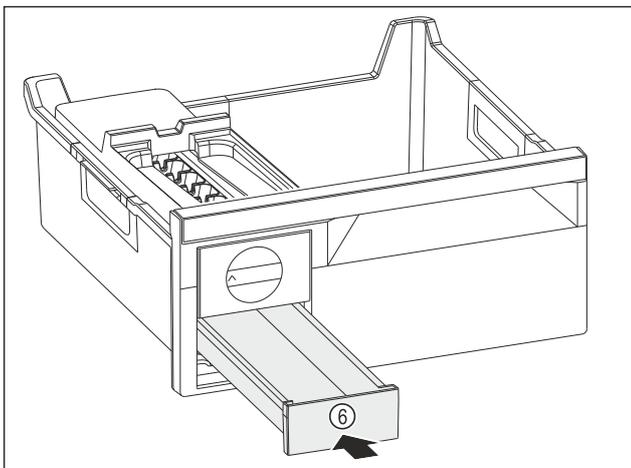

Fig. 163
- ▶ Eiswürfelschubfach Fig. 163 (6) einschieben.